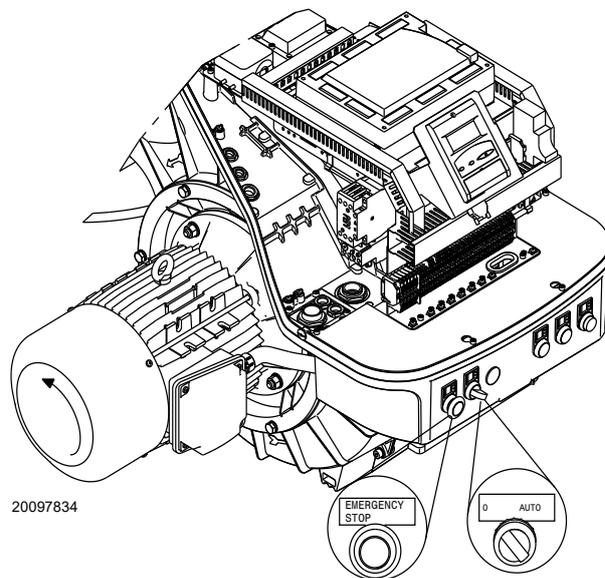

Abb. 29
Den Schalter Abb. 29 auf die Position „**AUTO**“ stellen.
Beim Anlaufen des Brenners die Drehrichtung des Motors überprüfen, siehe (Abb. 29).
- Den Schalter auf Abb. 29 auf „0“ stellen und warten, bis das Steuergerät die Abschaltphase ausführt;